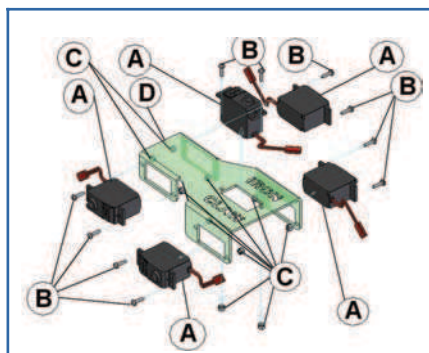
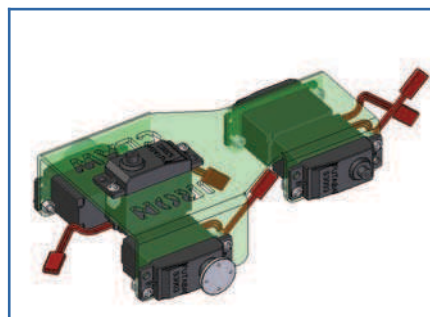

Figura 13: Esploso del corpo avambraccio
Figura 14: Il corpo avambraccio assemblato
Descrizione componenti di figura 13
alluminio (D), come vediamo in figura 13, ed eseguire il bloccaggio con viti (B) e dadi (C). Ecco il gioco è fatto, abbiamo tutti i servo al loro posto ed il corpo avambraccio si presenta come in figura 14.
snodi, quello destro e quello sinistro. Le viti sono autofilettanti come evidenziato in figura 14 (A), come abbiamo fatto in precedenza, le quattro viti esterne servono a bloccare la corona plastica del servo alla leva in lega leggera (celeste) mentre la vite centrale serve a bloccare la calettatura della corona sul pignone del servo. Per posizionare entrambe le leve su i pignoni degli attuatori, dobbiamo esercitare una leggera forza di divaricamento verso l'esterno, flettendo leggermente le leve d'alluminio, ma facendo attenzione a non piegarle, in modo da mettere in asse la corona plastica fissata alla leva con il pignone del servo.